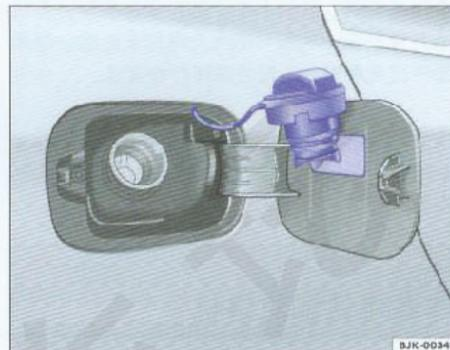

图3 拧下的加油口盖可挂在燃油箱盖板上
- 将加油口盖挂在燃油箱盖板上 \Rightarrow 图3。